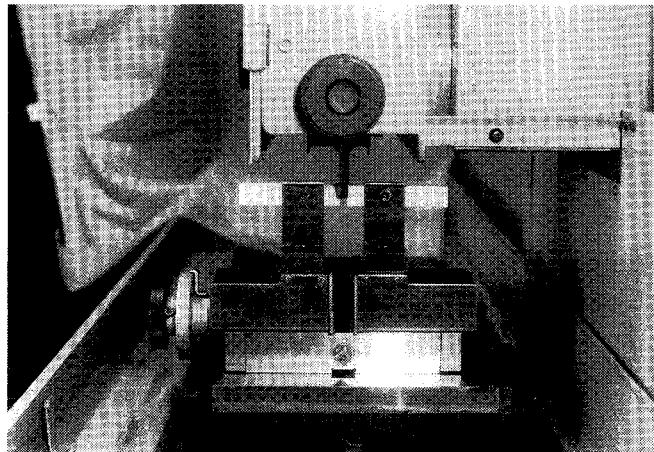

図2-10
(4) ダイヤモンド砥石の取付け
- 実技課題(1) 7 (1)~(4) 参照
(5) ツルーイング
① 砥石側面振れの修正
- 両側面ドレッサ装置にスティック砥石を保持させ、装置を電磁チャック上に取り付け、図2-10のように砥石を狭むようとする。